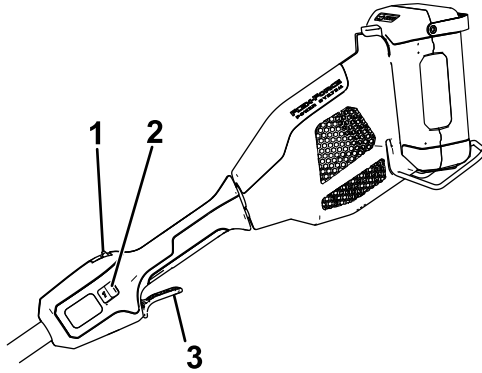

Bild 10
4. Drücken Sie zum Starten des Freischneiders die Arretierungstaste und betätigen Sie dann den Auslöser (Bild 10).